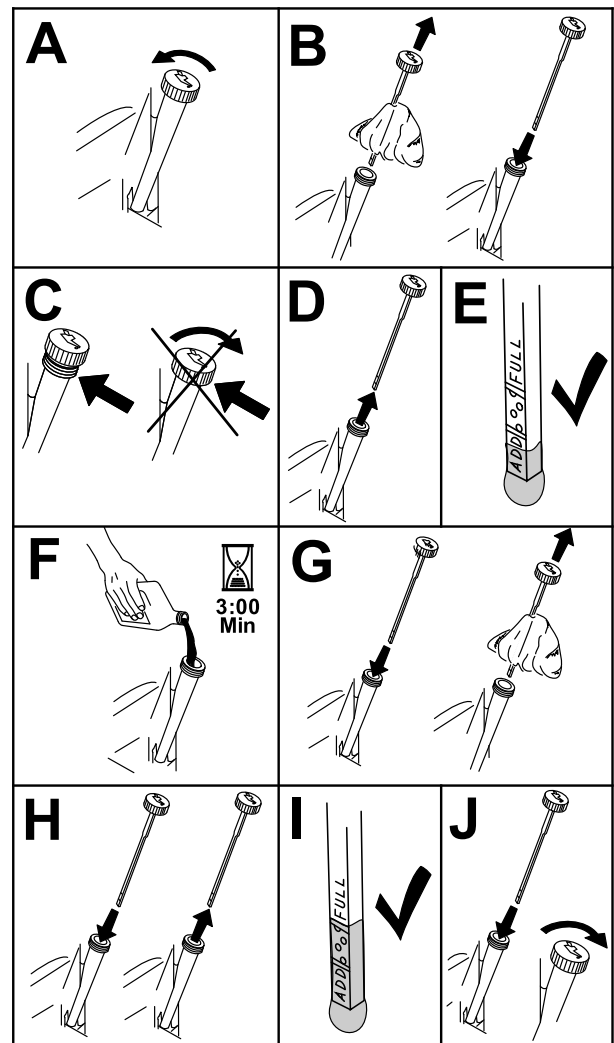

Figure 23
- Pour éviter de faire tomber de l'herbe, de la poussière, etc. dans le moteur, nettoyez la surface autour du bouchon de remplissage et de la jauge de niveau avant de l'enlever (Figure 23).